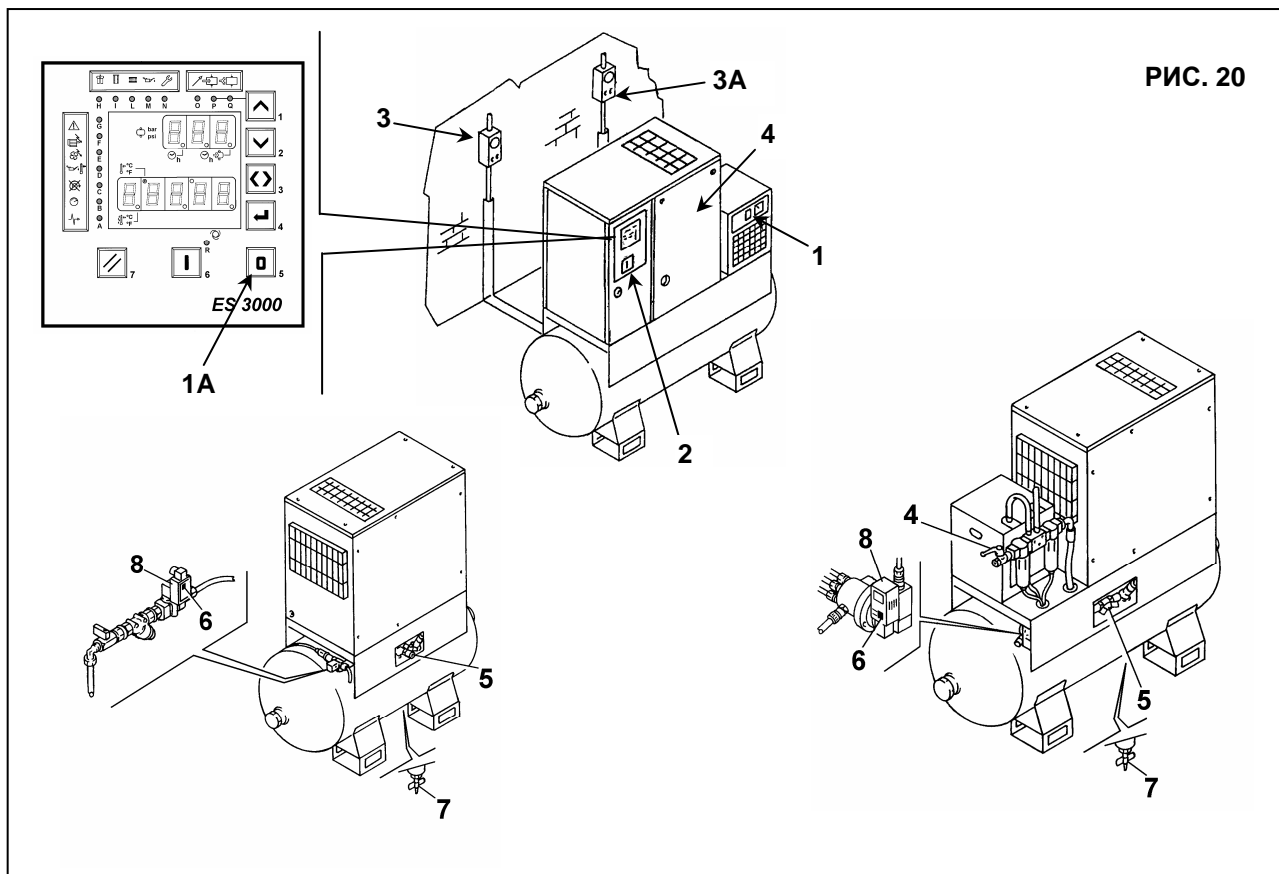

РИС. 20
- нажмите кнопку "TEST" 6 рис. 20, на несколько секунд для проверки полноты слива конденсата из трубки
- проверьте систему ручного слива конденсата для проверки правильности слива конденсата из клапана 7 Рис. 20